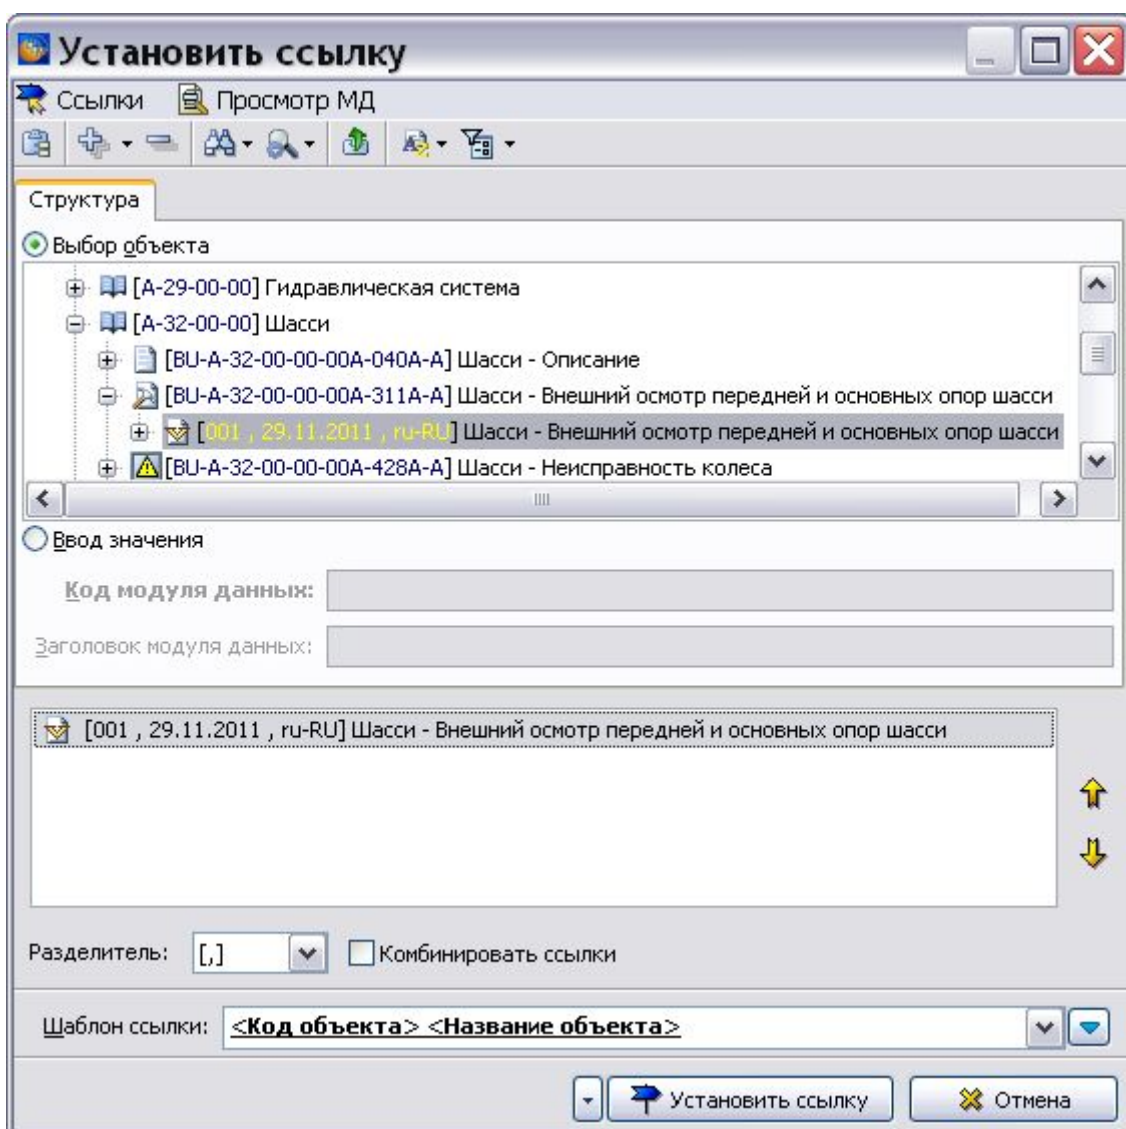

Рис. 3.215
2. Из выпадающего списка кнопки **Ссылки и поля**  выберите пункт **Вставить внешнюю ссылку**. При этом появится диалоговое окно **Установить ссылку** (Рис. 3.215).
3. Имеется возможность вставить внешнюю ссылку на имеющийся МД (при включённой радиокнопке **Выбор объекта**) и на еще не созданный МД (при включённой радиокнопке **Ввод значения**). Имеющийся в проекте МД можно выбрать для ссылки в дереве проекта, для еще не созданного МД параметры вводятся вручную. В первом случае выделите версию МД в дереве проекта, например «Шасси - Внешний осмотр передней и основных опор шасси» (Рис. 3.215).